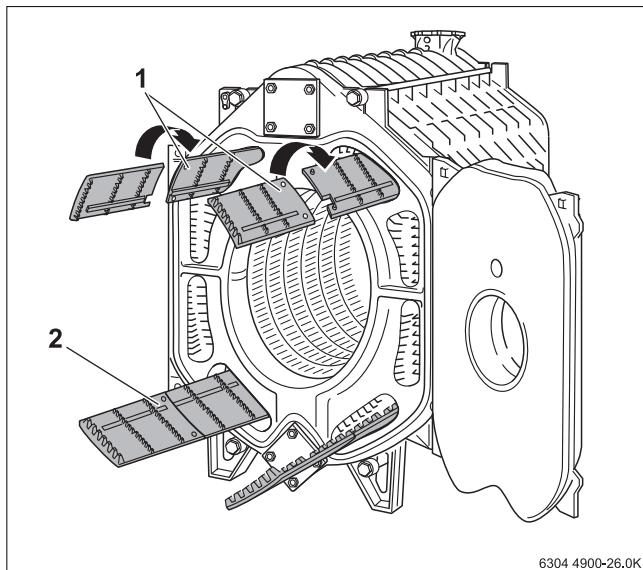
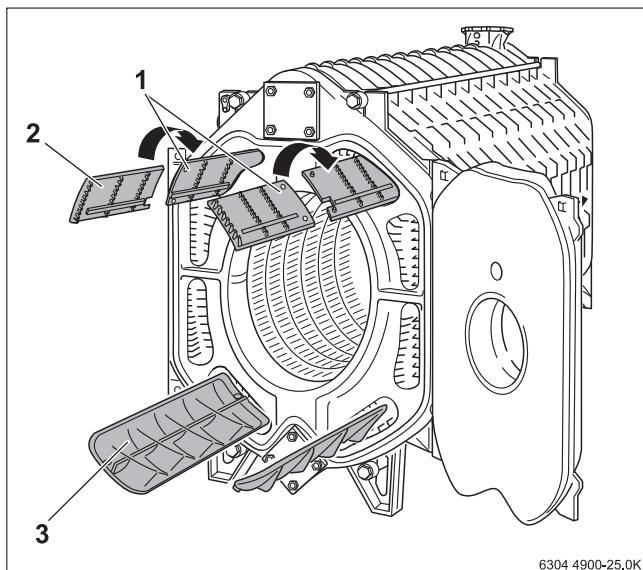
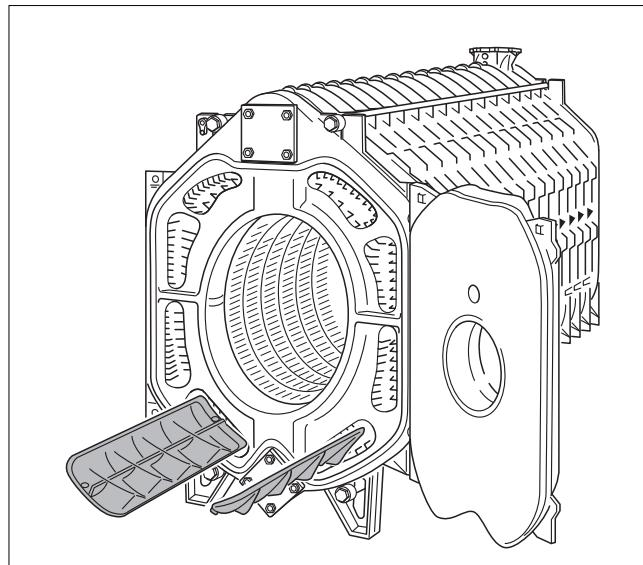

Рис. 30 Установка направляющих пластин дымовых газов (котловой блок из 9 секций)
Рис. 31 Установка направляющих пластин дымовых газов (котловой блок из 13 секций)
Рис. 32 Установка направляющих пластин дымовых газов (котловой блок из 15 секций)
→ На рис. 31, стр. 20 изображены вставленные части пластин.
- Выньте из ящика с элементами обшивки направляющие пластины дымовых газов и уложите их в соответствии с маркировкой в газоотводящих каналах (→ рис. 30, рис. 31, стр. 20, рис. 32, стр. 20 и следующую таб. 11, стр. 20).